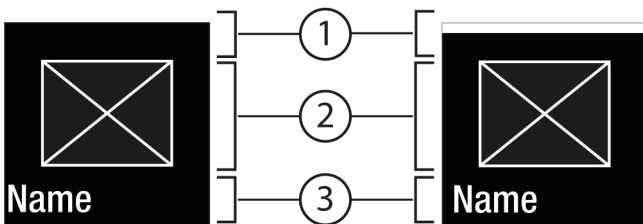
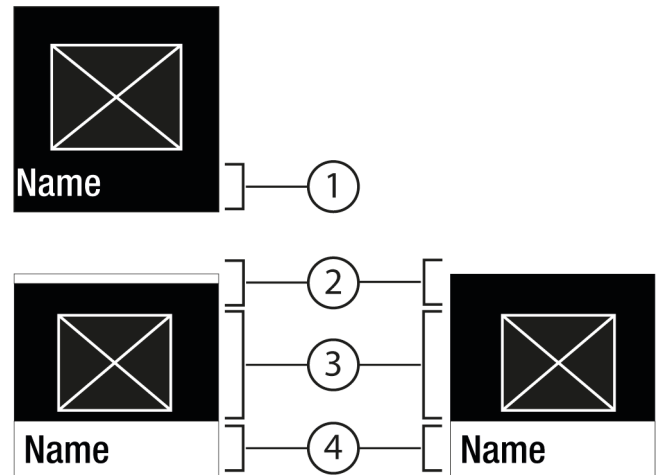

Fig. 6
Fig. 7
- С Потвърждаване Fig. 5 (2) се извиква подменю Fig. 7 (4).
- Настройване на нова стойност: С Потвърждаване Fig. 5 (2) изберете деактивирана стойност Fig. 6 (1).
- Обратно в менюто: С Потвърждаване Fig. 5 (2) изберете вече активираната стойност Fig. 6 (2).
- ▷ Състояние: активирано Fig. 6 (1) се появява за кратко в подменюто Fig. 7 (4).